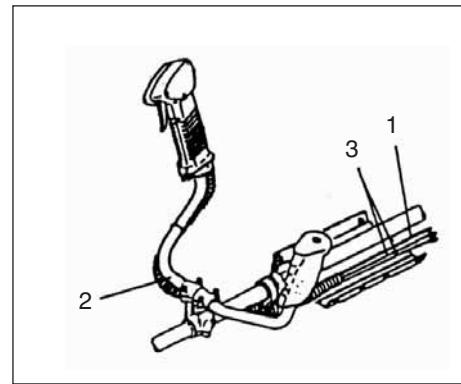

Fig.1-3B
Sett stoppesnoren (3) og gass-ståltråden (1) gjennom beskyttelsesrøret (2), deretter hektes høfestøtputen av. (Fig. 1-3B)